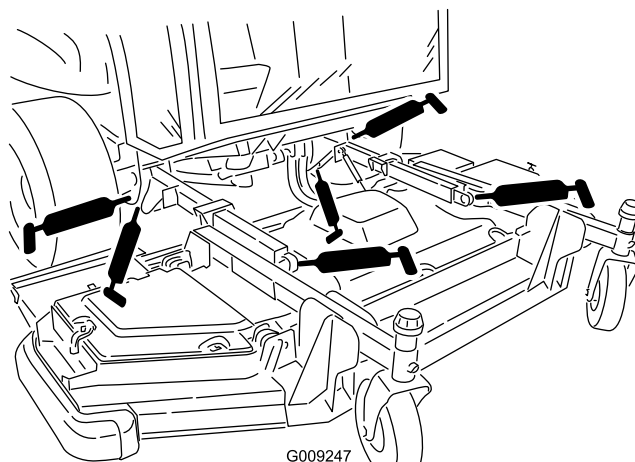

Figure 55
- Bagues de bras de relevage (2) (Figure 55).
- Rotules de bras de relevage (2) (Figure 55).
- Pivots de vérins de relevage de plateau avant (2) (Figure 55)